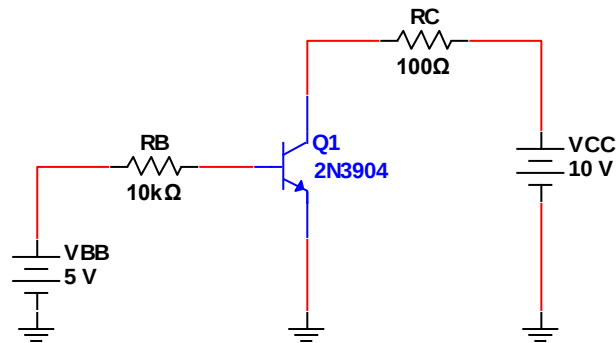

Figura 4.6. Circuito básico de polarización de un BJT.
1. Arme en un protoboard el circuito básico de polarización de un BJT mostrado en la figura 4.6.